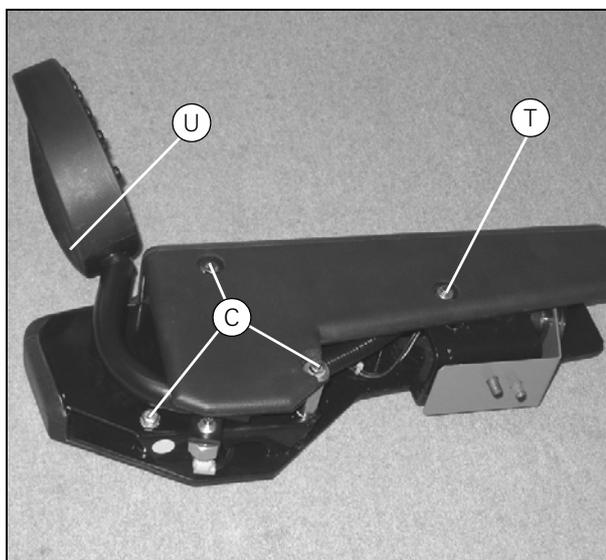
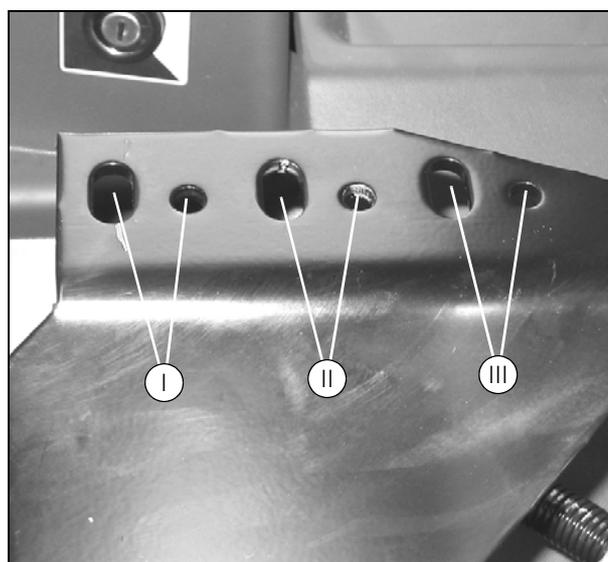

Рисунок 4
Рисунок 8
5. Установите штифт шарового соединения с разделителем (N) (1,6 мм) на самоустанавливающийся подшипник.
8. Протяните проводку (P) потенциометра и с помощью реек предотвратите возможность контакта проводов с шаровым соединением и самоустанавливающимся подшипником.
Примечание: Длину подлокотника можно регулировать, закрепляя его в одной из трех пар имеющихся отверстий (Рис. 8). Регулировка в поперечном направлении осуществляется с помощью винта (A) (Рис. 3). Наклон регулируется винтом (T) (Рис. 4). Отрегулируйте положение рычага с помощью винта с внутренним шестигранником (U) (Рис. 4).